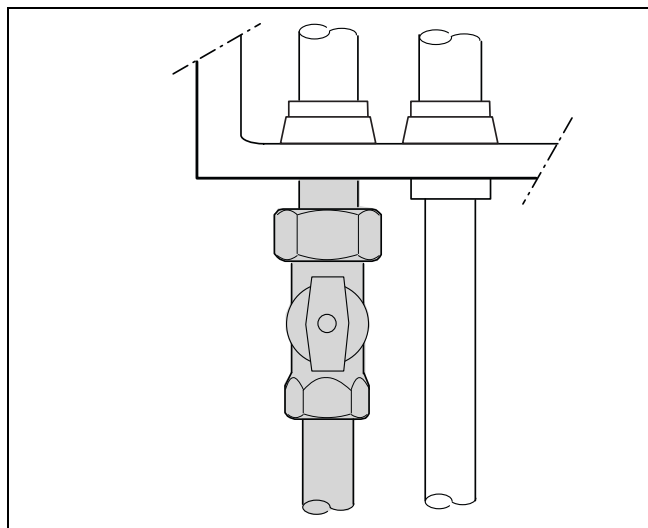

Fig. 5 Collegamento del gas
- Eseguire il collegamento del gas nel rispetto delle norme locali. Installare nella condotta del gas un rubinetto d'intercettazione (accessorio) con collegamento a vite. Collegare il tubo senza provocare tensioni (fig. 5).